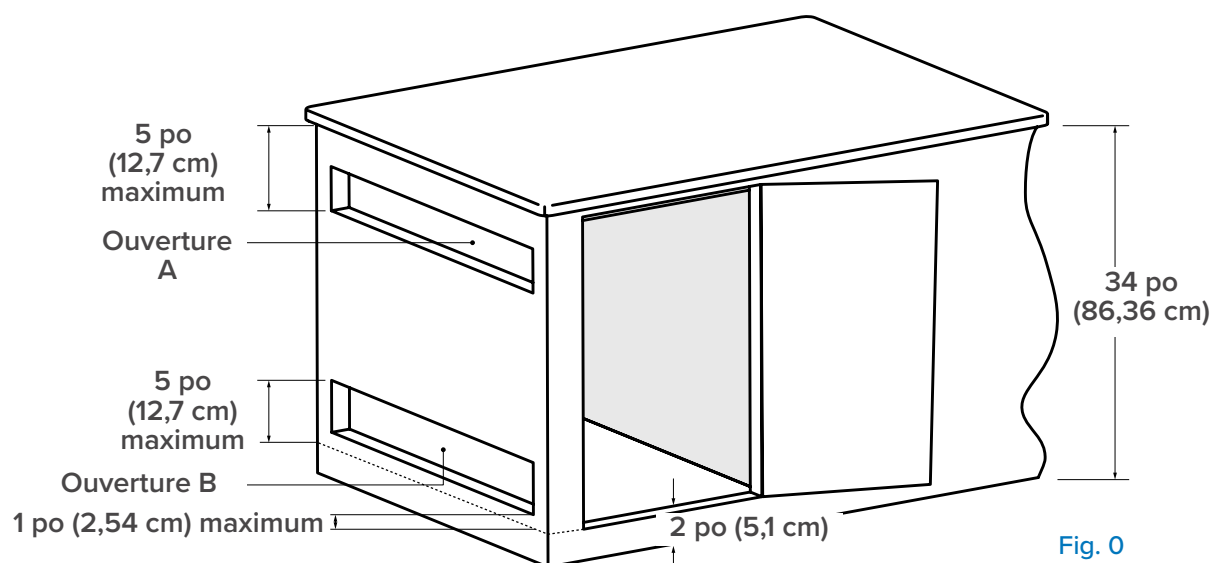

Fig. 0
- Les ouvertures de ventilation inférieures ne doivent pas être situées à plus de 5 in (127 mm) au-dessus du sol (**Fig. 0**).